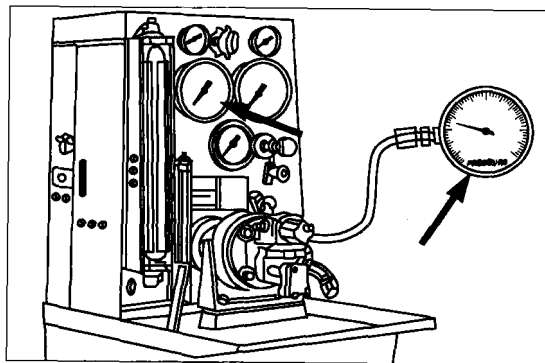

图 1-7 调节压力表阀门，直到表针停止摆动
⑤ 应当参照燃油泵测试台上的压力表，定期检查手提式燃油压力表。调节压力表阀门，直到表针停止摆动，见图 1-7。